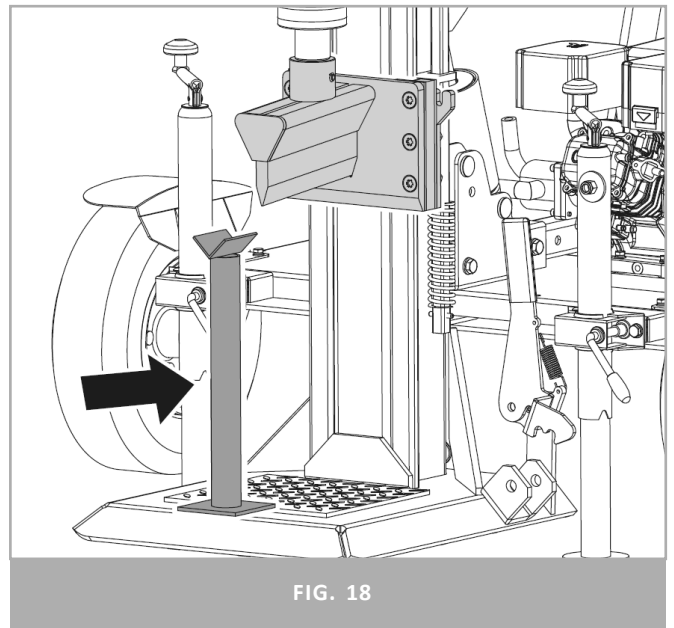

FIG. 18
■ Placer støttestativet under kilen . (Fig. 18)